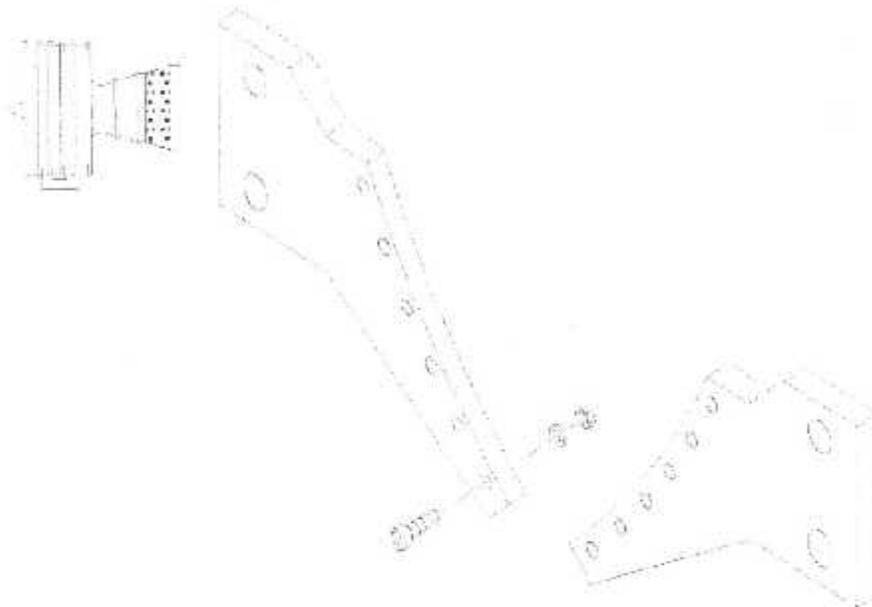
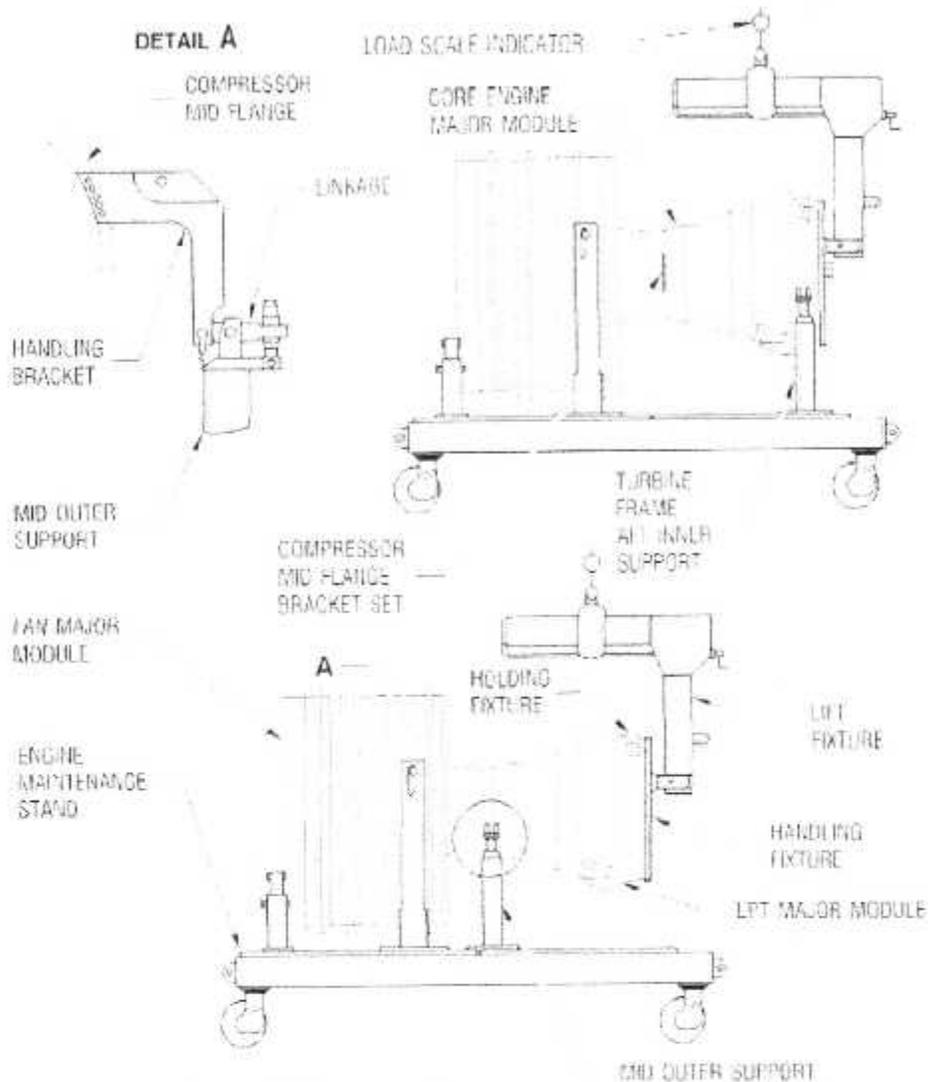

Fig. III.39: Ferrures d’Assemblage .865A1800G02
Fig. III. 40: Enlèvement du Support du Carter de la LPT
- On retire les **Ferrures d’Assemblage .865A1800G02** .fig. III. 39. du carter de la LPT et On enlève l’arrière du support interne du support moteur. Fig .III.40.